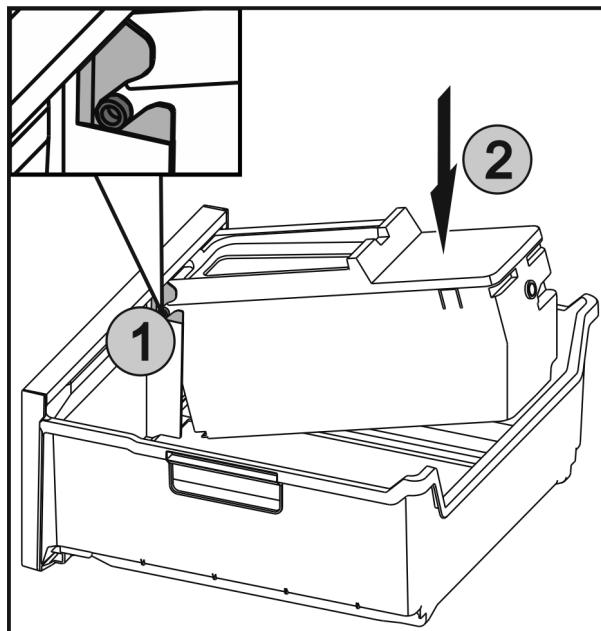

Fig. 43
- ▶ Вставить оси Fig. 43 (1) на EasyTwist-Ice в направляющие и вдавить заднюю сторону Fig. 43 (2) до фиксации накладки.